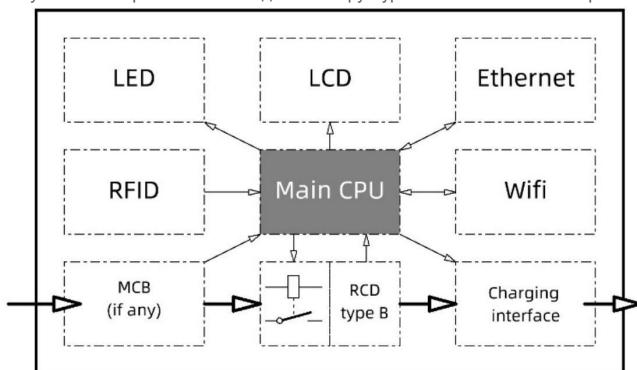

Рис. 4-2 Структурная схема изделий
- Серия SOCKET может заряжать ЭТ с помощью ввода транспортного средства типа 1 или типа 2. Пользователям следует дополнительно приобрести кабель для зарядки с двумя разъемами (показан на рис. 4-2) в соответствии с вводом транспортного средства их электромобиля. Один разъем зарядного кабеля должен быть разъемом "папа" типа 2, а другой - разъемом "мама" типа 1 или типа 2 для подключения к ЭТ.
- Зарядная станция переменного тока для ЭТ имеет 4,3-дюймовый ЖК-дисплей с соответствующими функциями управления, измерения и связи, относится к специальному устройству питания переменного тока для ЭТ. Структурная схема показана на рис. 4-2.